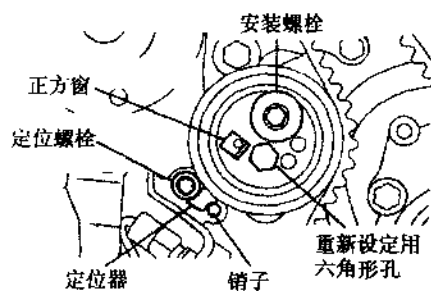

图 1-1-7 重新设定用六角形孔
③使用 10mm 六角扳手, 插入 1 号惰轮自动张紧器重新设定用六角形孔中(见图 1-1-7)。